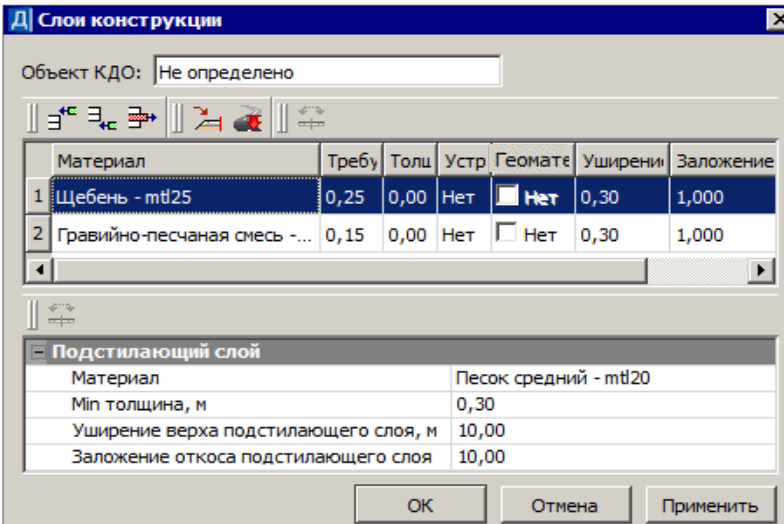

Рис. 19.23
- В строке **Слой ровика/срезки обочины** кнопкой  откройте диалог **Слой конструкции** и задайте слои основания и подстилающий слой на уширениях (рис. 19.23).
При использовании объекта КДО (кнопка ) в верхнюю часть диалогового окна запишутся материалы с назначением слоя *Основание* и *Геоматериал* (учитывается *геоматериал* между слоями основания и под последним слоем основания); а в группу **Подстилающий слой** – материал с назначением слоя *Подстилающий* (рис. 19.23).